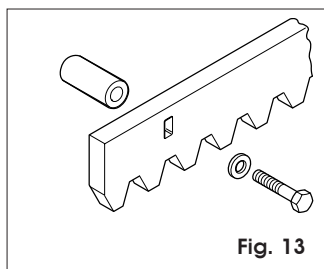

Fig. 13
5.4.2. CREMAGLIERA DI ACCIAIO AD AVVITARE (Fig. 13)